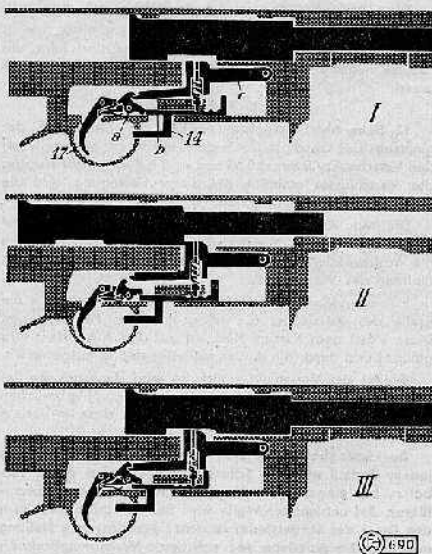

Fig. 4
**Riegel** (13), mit Griff Spannstollen und Riegelfeder, als Vorrichtung zum Öffnen des Verschlusses. (Während des Schiessens bleibt der Riegel unbeweglich in seiner vorderen Stellung.)
**Sicherungsschieber** (14), zum Sichern der Waffe. Er dient ebenfalls als Umsteller für Serien- und Einzelfeuer.
**Magazinbefestigung**, bestehend aus dem Magazinhalter (15) und der Magazinhalterfeder. Hinter dem Magazinhalter ist eine Nase (16) angebracht, die eine unbeabsichtigte Befügung des Magazinhalters bei der Handhabung der Waffe verhindert.
**Abzugvorrichtung**, bestehend aus dem Abzug (17), der Abzugfeder, dem Fangelenk, der Fangelenkfeder und dem Fangelenkauslöser (vergl. Ziff. 10—16 und Fig. 4).
**Sperriegel** (18), als Sicherung der Verbindung zwischen Mantelrohr und Verschlusskasten.
**Verschlussmutter** (19) mit Schraubverschluss, ferner mit der Schliessfeder (20) und dem Führungsstift der Schliessfeder (21).
**Schaft** (23) aus Holz, mit der Kolbenkappe (24) und dem unteren Riemenbügel.
(vergleiche Fig. 4)
#### a) Serienfeuer (Fig. 4 I)
#### b) Einzelfeuer (Fig. 4 II)